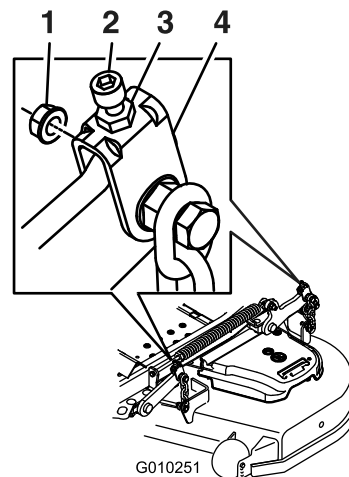

Figura 96
11. Para las carcasas de corte ilustradas en Figura 96, gire la tuerca de ajuste del conjunto de elevación de la carcasa delantera para modificar la altura (Figura 96).
17. Gire el tornillo de ajuste hasta obtener una altura de 8,3 cm (Figura 96).